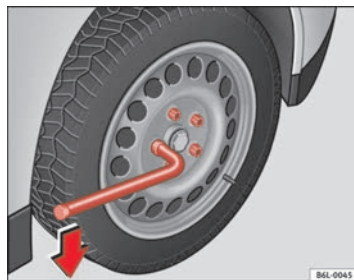

Abb. 132 Radwechsel: Radschrauben lockern
- Greifen Sie das Ende des Radschlüssels und drehen Sie die Schraube etwa eine Umdrehung nach **links** ⇒ Abb. 132.